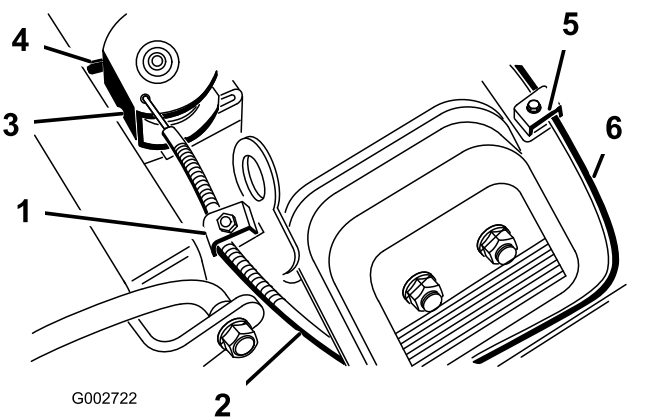

图 41
2. 松开将油门拉线固定到发动机上的夹紧螺丝图 41。
4. 拉紧油门拉线直至转盘的后部接触到限位器图 41。
2. 松开将阻风门拉线固定到发动机上的拉线夹紧螺丝图 41。
4. 拉紧阻风门拉线图 41 直至蝶形阻风门完全关闭然后旋紧拉线夹紧螺丝。